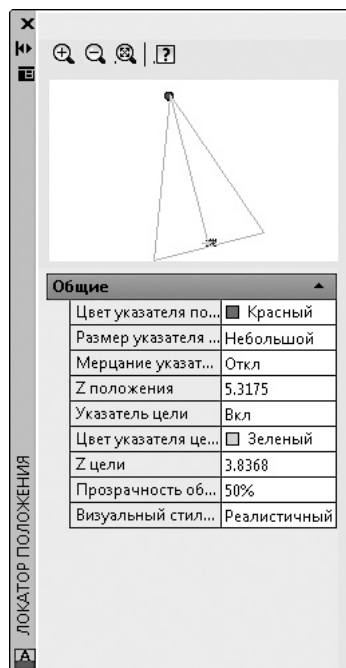

Рис. 9.12. Палитра управления перемещением по модели
- Команды **Обход** и **Облет** предоставляют дополнительные возможности. При выборе первой из них появляется возможность «прогуляться» по модели и рассмотреть ее с точки зрения обозревателя. Управление осуществляется клавишами управления курсором и с помощью палитры **Локатор положения** (рис. 9.12), которая появляется автоматически после вызова команды.